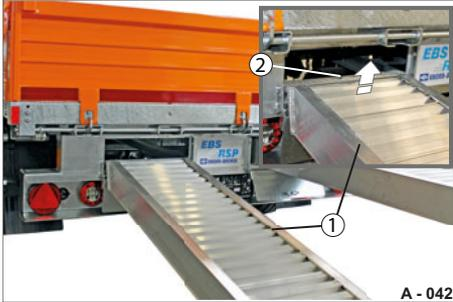

Abb. 52 Auffahrbohlen herausheben
- ▶ Ziehen Sie die Auffahrbohlen (Abb. 52/1) nacheinander, beidhändig aus den Auffahrbohlen-Schächten heraus.